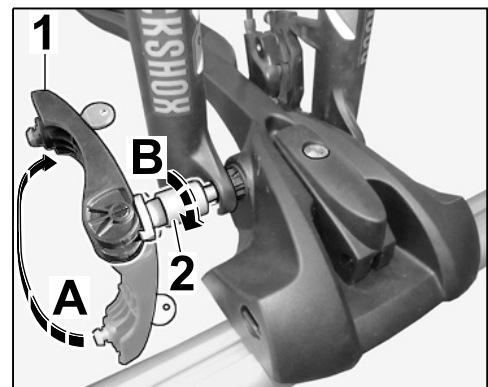

Figura 32
- 7.3.2 Girar la palanca tensora con cerradura en posición horizontal (⇒ *Figura 32-A*).
Girar el casquillo de ajuste algunas vueltas hacia la horquilla de la rueda delantera (⇒ *Figura 32-B*).